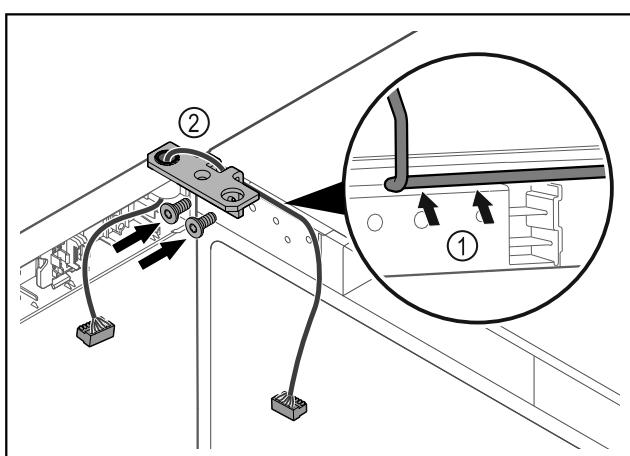

Fig. 58
- Вкарайте кабела през прореза на ъгъла на пантата и го положете внимателно Fig. 58 (1).
► Завинтете ъгъла на пантата Fig. 58 (2).